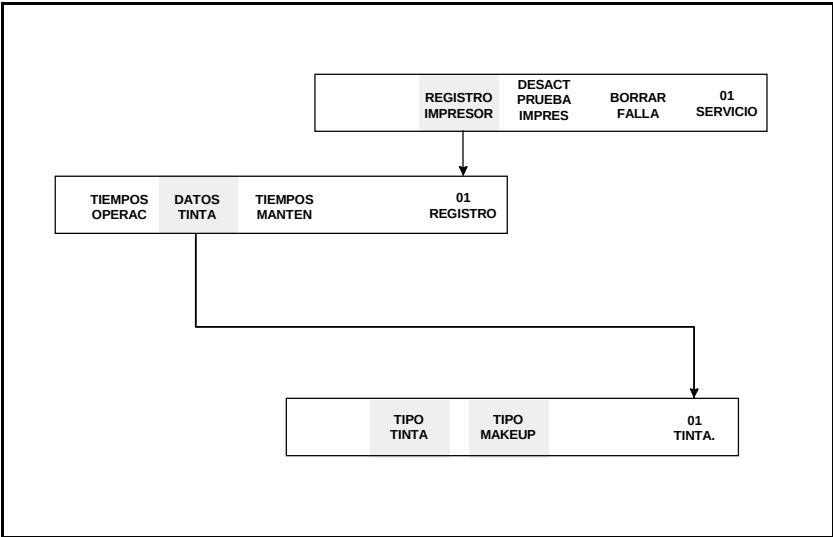

Figura 5-5. Acceso a <DATOS TINTA> en el Registro de la Impresora
- 1. Comience en el Marco <01 SERVICIO>. Vea la Figura 5-5.